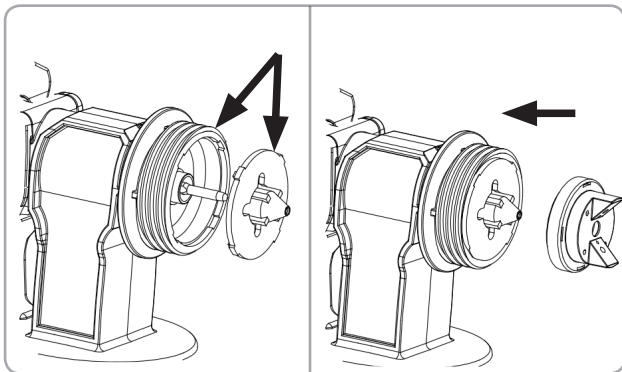

Fig.6
- Așezați duza pe ac cu locașul în jos. (Acordați atenție umflăturilor din duză). (Fig. 6)
- Așezați capacul de aer pe duză. (Fig. 6)